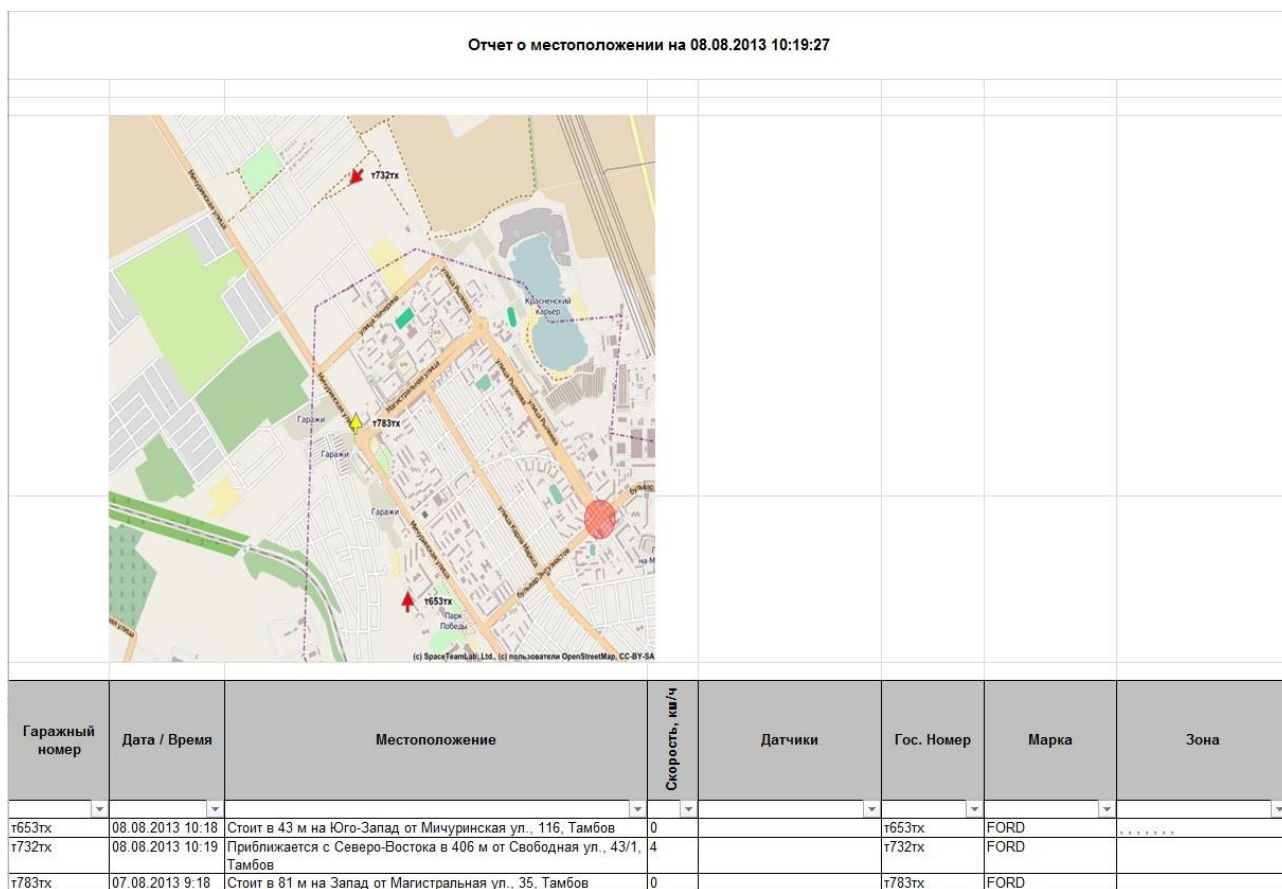

Рисунок 151 – Пример реализации отчета «Текущее местоположение»
- 4 Нажать кнопку [ОК]. Программа сформирует отчетную форму «Отчет о текущем местоположении ТС» (см. Рисунок 151).